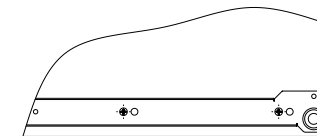

Рис.3
4. Установите при помощи винтов М5х10,5 половинки направляющих на боковины вашего стола С-01 (Рис. 3, 4).